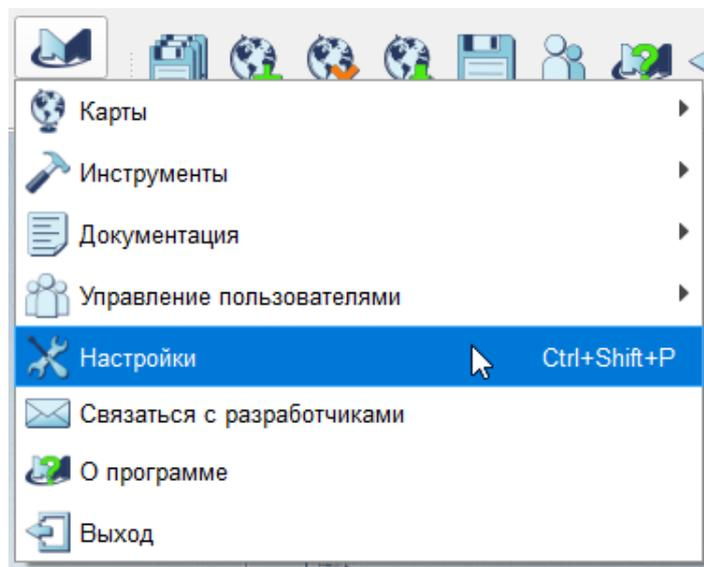

Рис. 10
3.5.1.1. Доступ к общим настройкам приложения выполняется с помощью пункта главного меню "Настройки" (рис. 10).